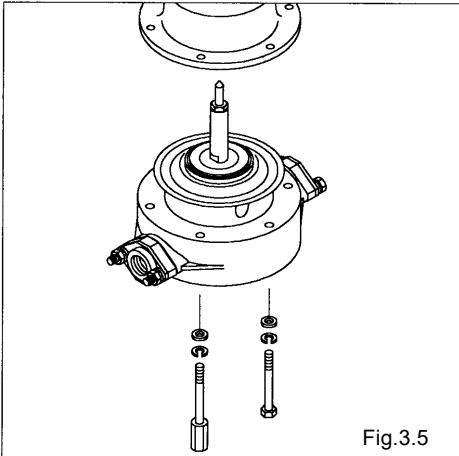

Fig.3.5
- Retire los 6 pernos de presión de la cámara de salida y los espárragos respectivamente, y luego quite la cámara de salida. (AD-10, AD-25) [Fig. 3.5]
- Retire los 8 pernos de presión de la cámara de salida, y los espárragos y las tuercas respectivamente, y luego quite la cámara de salida. (AD-40, AD-50) [Fig. 3.5]
- Extraiga el diafragma, el disco central y el pistón central del cuerpo principal. [Fig. 3.5]